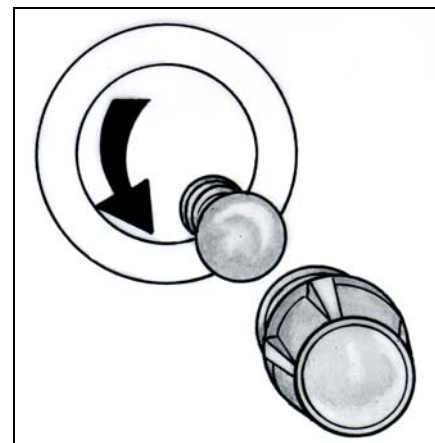

fig. 8
1. Dévissez le capuchon en verre protégeant l'ampoule (fig. 8).